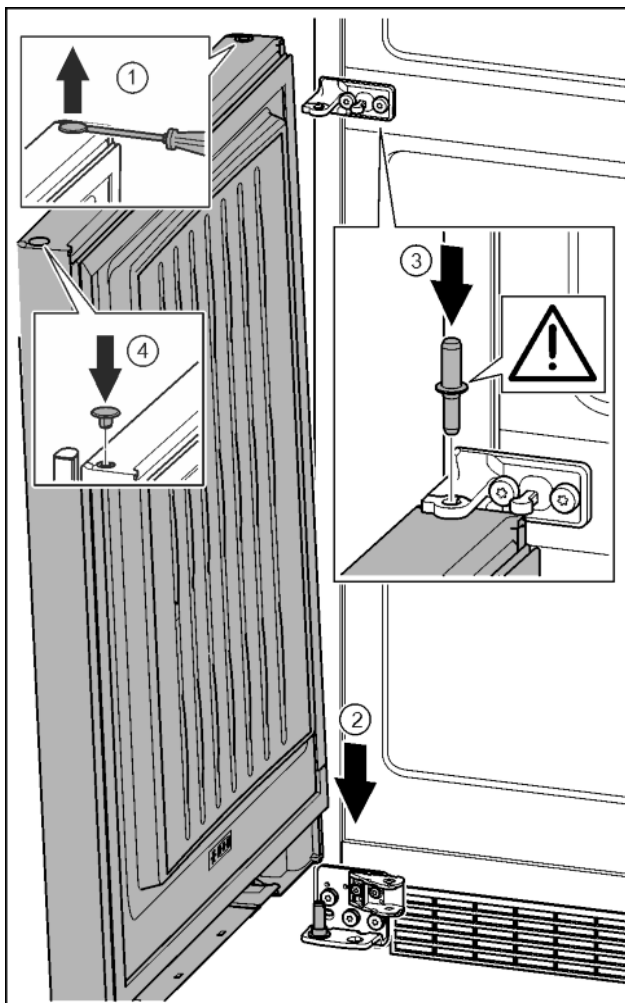

Fig. 31
- ▶ Stopfen vorsichtig mit einem Schlitzschraubendreher anheben und herausziehen. Fig. 31 (1)
- ▶ Tür von oben auf den unteren Lagerbolzen aufsetzen. Fig. 31 (2)
- ▶ Lagerbolzen Mitte durch Lagerbock Mitte in die untere Tür einsetzen. Dabei darauf achten, dass der Rastnocken nach hinten zeigt. Fig. 31 (3)
- ▶ Stopfen auf der anderen Türseite wieder einsetzen. Fig. 31 (4)